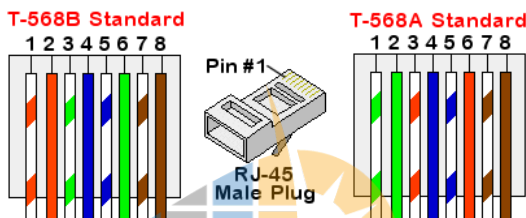

Abbildung 31: Standardverkabelung
- Führen Sie die acht Drähte in einen RJ45 Stecker ein, wie in *Abbildung 31* gezeigt.
- Verbinden Sie den Ethernet-Stecker mit dem RJ45-Port an der Kommunikationskarte wie in *Abbildung 31* dargestellt.